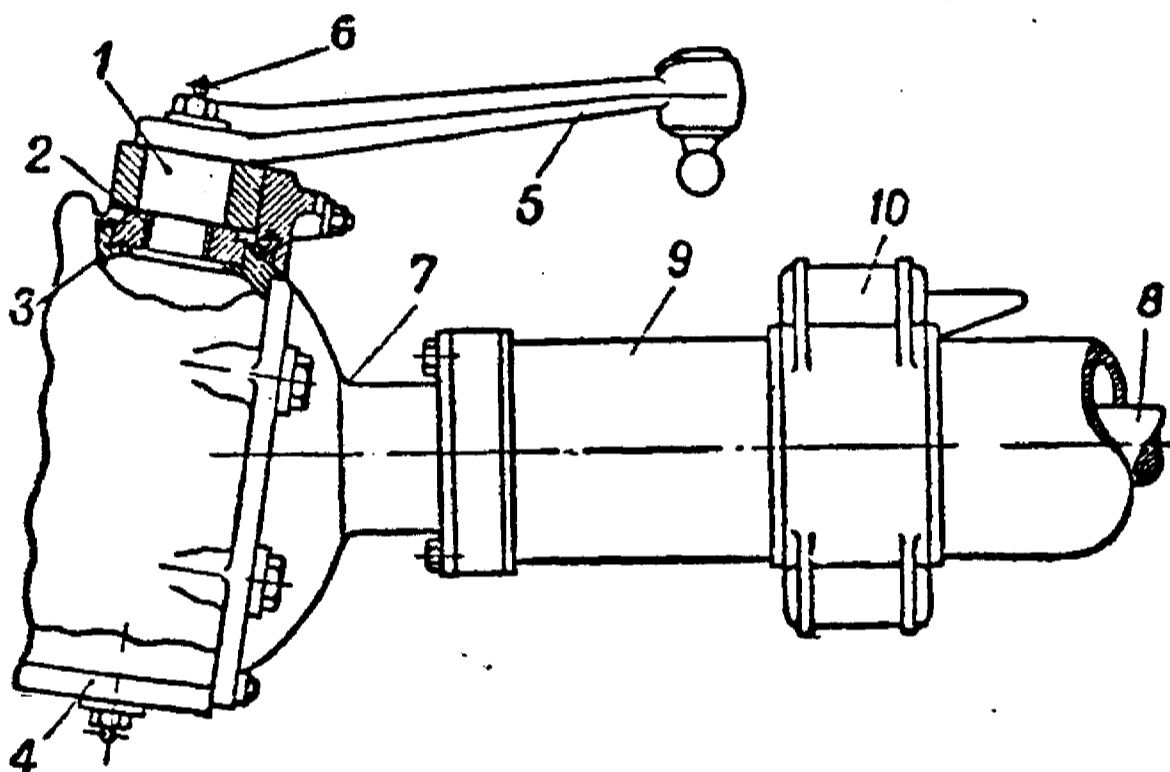

Рис. 9. Левая поворотная цапфа:
1. Шариковые подшипники шкворней заменены бронзовыми втулками (рис. 9). Втулки 2 запрес-
4. Кожух 7 (рис. 9) шарнира кованый, тогда как в первых моделях он изготовлялся из литой стали.
Кронштейны передних рессор и стоек амортизаторов (см. рис. 9) литые (из ковкого чугуна). Крепление передних рессор осуществлено болтами с общей накладкой.